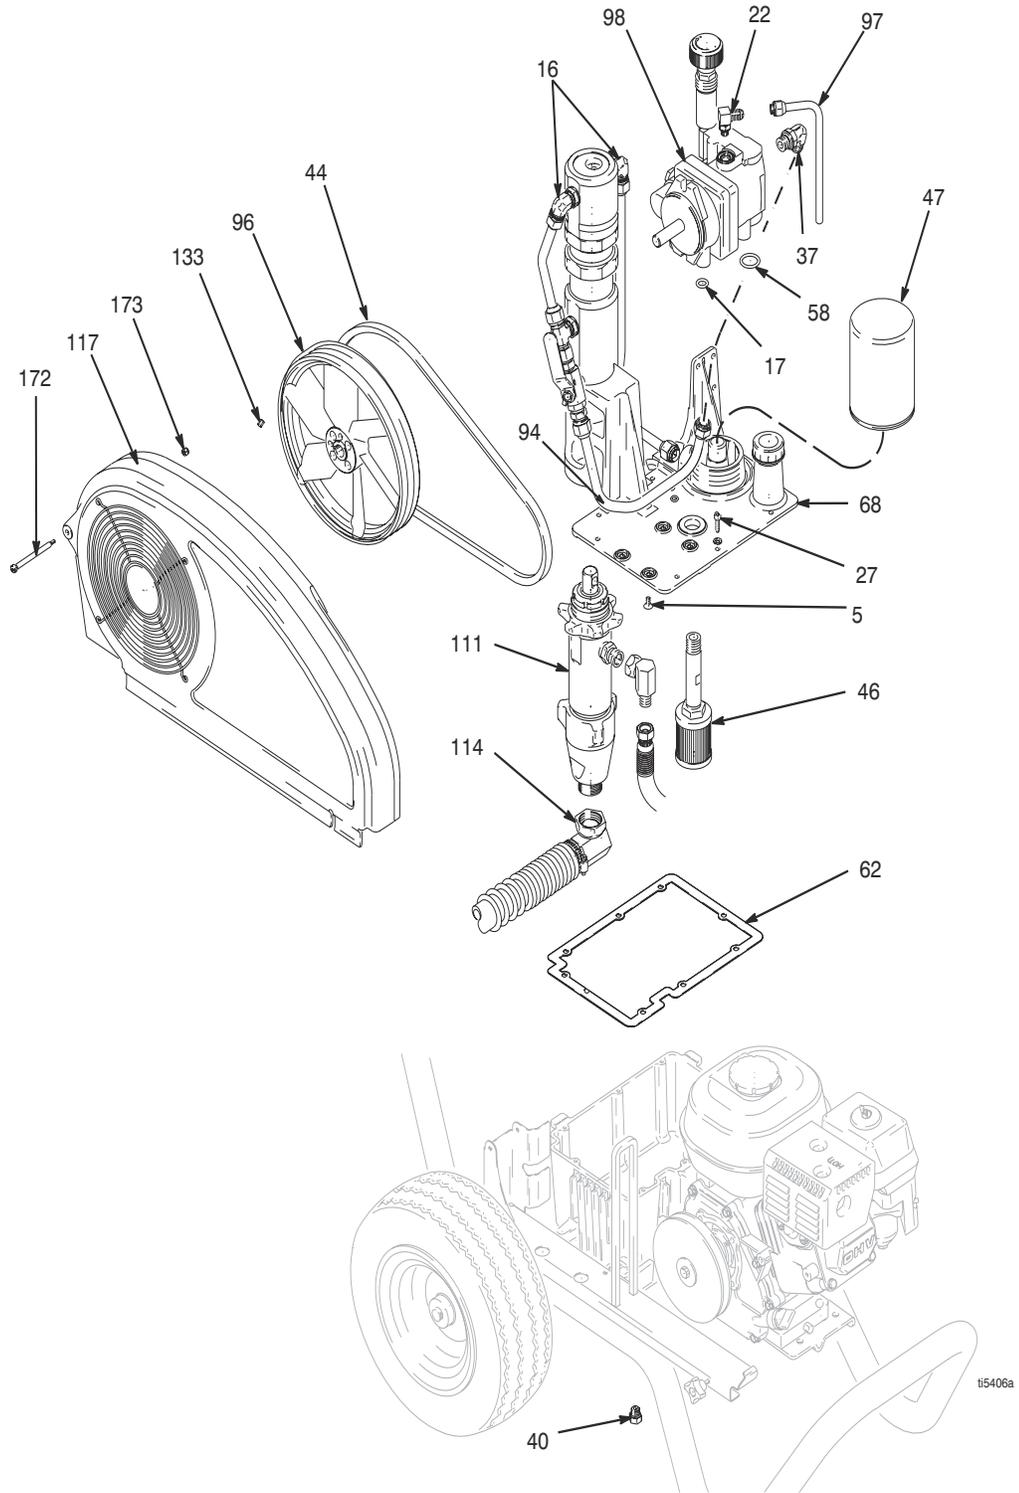

FIG. 2
2. Enlever le bouchon de vidange (40) et le filtre à huile (47) et vidanger le fluide hydraulique.
3. Fig. 2. Débrancher la tuyauterie d'aspiration (114).
4. Débrancher la pompe à peinture (111), page 15.
5. Retirer la vis (172), l'écrou (173) et le carter de courroie (117).
6. Soulever le moteur et démonter la courroie (44).
7. Enlever les deux vis sans tête (133) et la poulie du ventilateur (96).
8. Démonter le tuyau de vidange (97).
9. Démonter le coude (22).
10. Séparer le tube (94) du coude (37). Enlever le coude (37) de la pompe hydraulique (98).
11. Enlever les huit vis (27), le couvercle du réservoir (68), le filtre (46) et le joint (62).
12. Enlever les quatre vis (5) et séparer la pompe hydraulique (98) du réservoir (68).
1. Monter la pompe hydraulique (98) sur le réservoir (68) et la fixer avec quatre vis (5); serrer à 100 in-lb (11 N·m).
2. Fixer le joint (62) et le couvercle du réservoir (68) avec huit vis (27); serrer à 90 in-lb (10 N·m).
3. Monter le coude (37) sur la pompe hydraulique (98). Monter le coude (37) sur le tube (94). Serrer à 15 ft-lb (20,3 N·m).
4. Monter le coude (22); serrer à 15 ft-lb (20,3 N·m).
5. Remonter le tuyau de vidange (97); serrer à 25 ft-lb (33,9 N·m).
6. Fixer la poulie du ventilateur (96) avec les deux vis (133).
7. Soulever le moteur et mettre la courroie en place (44).
8. Fixer le carter de courroie (117) avec la vis (172) et l'écrou (173).
9. Brancher la pompe à peinture (111), page 15.
10. Fig. 2. Brancher le tuyau d'aspiration (114).
11. Mettre le bouchon de vidange (40); serrer à 110 in-lb (12,4 N·m). Monter le filtre à huile (47); serrer de 3/4 de tour à partir du moment où le joint arrive en butée. Remplir complètement la pompe hydraulique de fluide hydraulique Graco, page 6, via le coude (22). Remplir le réservoir avec le fluide hydraulique restant.